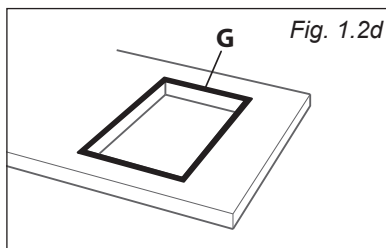

Fig. 1.2d
- Modelli in fig. 1.1, 1.2, 1.3, 1.5, 1.9, 1.10, 1.11 a pag 26, 27: stendere la guarnizione "G" attorno ai bordi dello spacco nel mobile, facendo in modo che le giunzioni si sovrappongano agli angoli (fig. 1.2d, 1.2e).